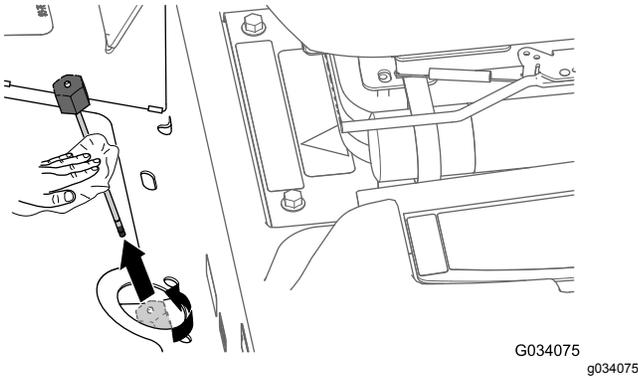

Figura 80
2. Afloje el tope de la varilla (Figura 80), retire la varilla del tubo de llenado del transeje y limpie la varilla con un paño limpio.